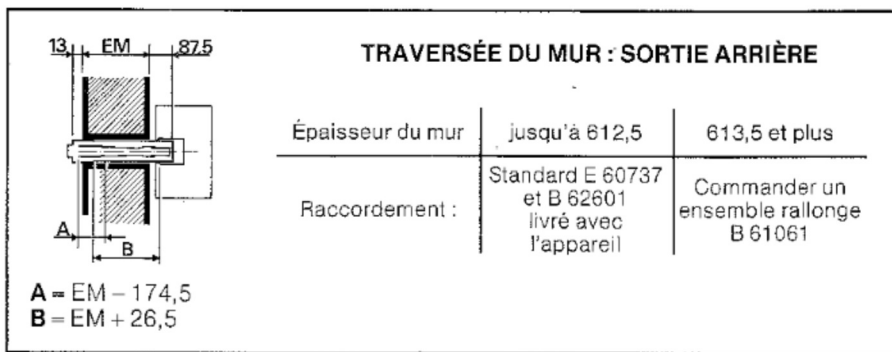
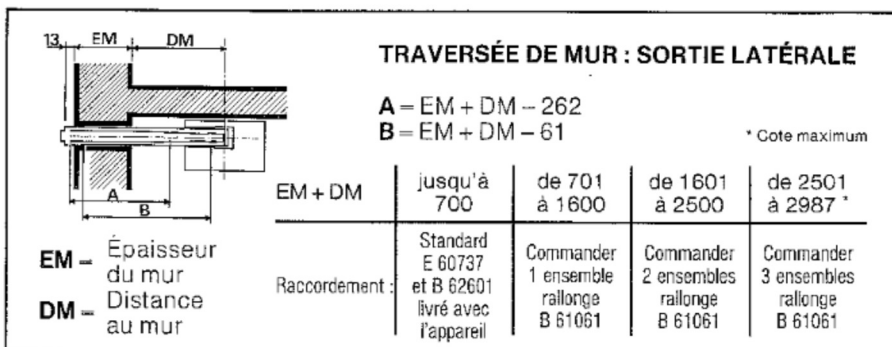

Fig. 12
Fig. 13
A) Chauffe-bain raccordé vers l'arrière (fig. 12).
B) Chauffe-bain raccordé à droite ou à gauche (fig. 13).
- Déterminer l'emplacement de l'appareil, la position de la platine d'accrochage. Tracer la ligne de niveau passant par les 2 points de scellement de cette platine de fixation. Prolonger cette ligne horizontale sur le mur adjacent (fig. 13) à 87,5 mm de l'angle du mur, tracer une verticale et reporter, comme indiqué sur le dessin, la cote de 289 mm, du centre du percement.
Contrôler les différentes cotes selon l'orientation retenue : départ arrière (fig. 12) ou départ latéral (fig. 13) en tenant compte des valeurs indiquées pour les différents cas de montage.